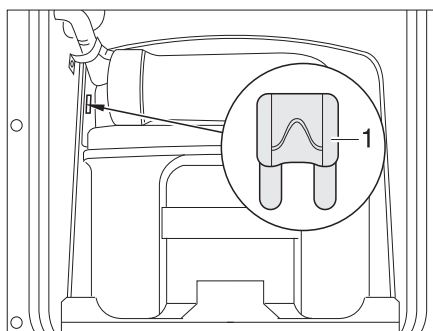

Fig. 95 Fusibile della toilette Thetford
- Sostituire il fusibile (Fig. 95,1).